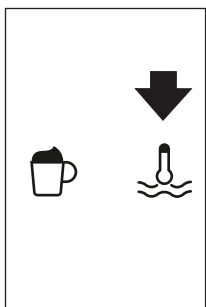

Рис. 27
- ▶ Нажмите значок Ⓞ (B13) (Рис. 27).